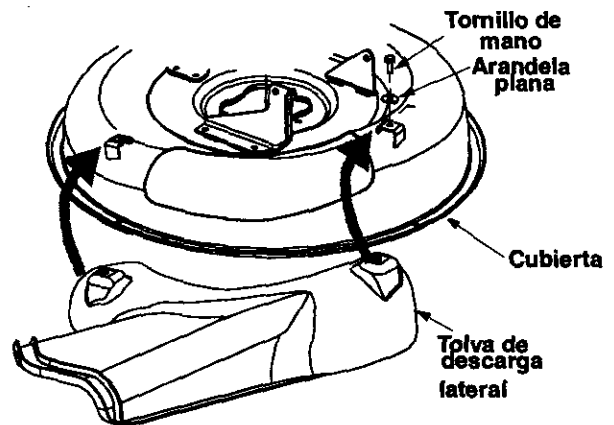

Figura 2
3. Coloque la tolva de descarga lateral de modo que los dos orificios en sus dos extremos estén alineados con los dos orificios de la cubierta en donde estaba unida la tolva del recolector de pasto. Vea Figura 2.
4. Inserte el tornillo de mano y la arandela plana a través de cada orificio y apriete con para asegurar. (Estas piezas metálicas se retiraron anteriormente de la cubierta). Vea Figura 2.
2. Retire el tornillo de mano, la arandela plana y la tuerca que unen ambos extremos de la tolva de descarga con la cubierta. (Refiérase a Figura 2 para el ensamble de la tolva de descarga.) Deslice la tolva de descarga hacia afuera del alojamiento de la cubierta, retire y guarde los componentes.